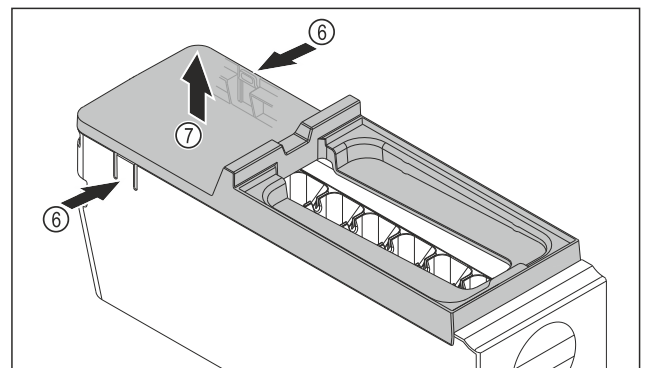

Fig. 189
- ▶ Abdeckung des EasyTwist-Ice-Körpers entnehmen: Laschen Fig. 189 (6) an den beiden Seiten des EasyTwist-Ice-Körpers mit einer Hand drücken.
- ▶ Abdeckung Fig. 189 (7) mit der anderen Hand nach oben entnehmen.